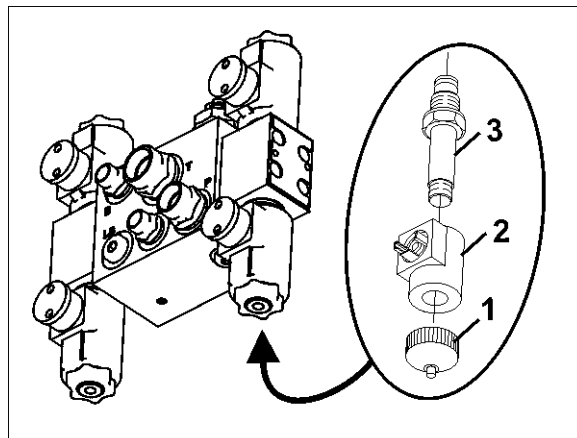

Bild 149
1. Skruva loss magnethättan (Bild 149/1).
2. Ta av magnetspolen (Bild 149/2).
3. Dra ut ventilspindeln (Bild 149/3) med ventilsäten och rengör med tryckluft eller hydraulikolja.